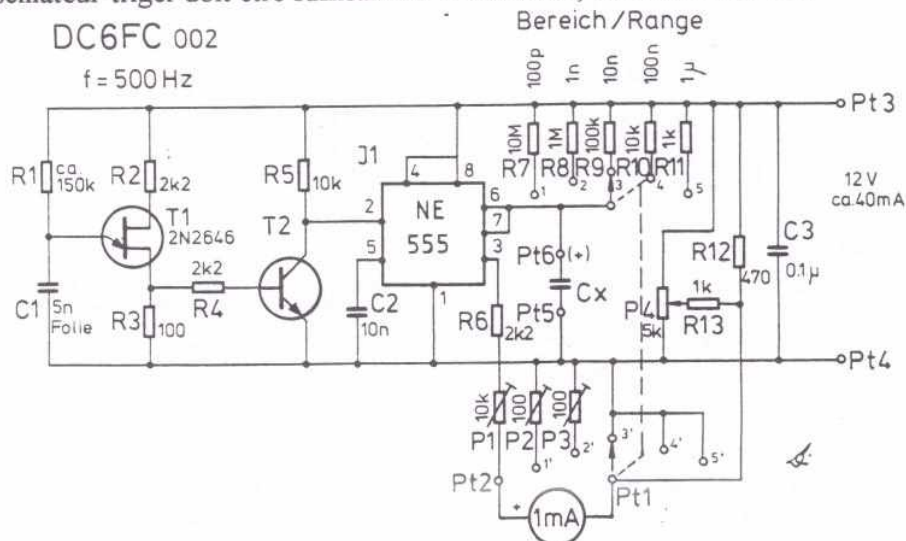
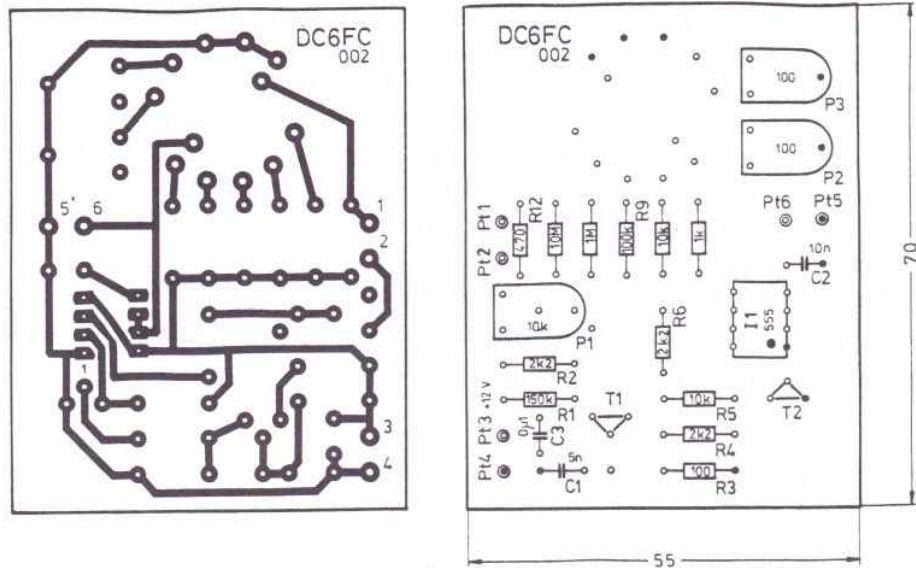
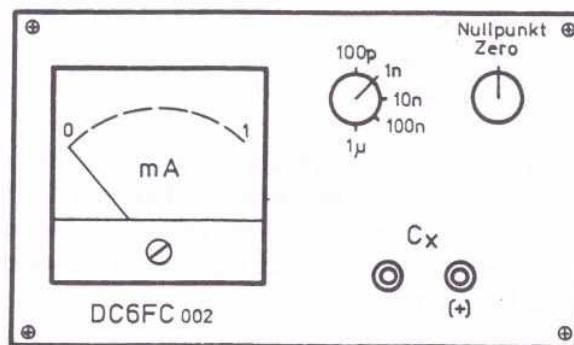

Fig 3: Capacimètre pour mesure de 2 pF env. jusqu'à 1  $\mu$ F
Fig 4: Circuit imprimé du capacimètre
Fig 5: Proposition de présentation.
La figure 3 représente le schéma d'ensemble du capacimètre. Comme oscillateur, on utilise un transistor unijonction (T1) qui génère une impulsion en dent de scie d'une fréquence voisine de 500 Hz. La fréquence est fonction de la chaîne RC: R1/C1. Le transistor T2 transforme cette impulsion en impulsions déclenchées pour attaquer le circuit intégré NE 555. Le circuit RC de la formule (1) comprend les résistances des différentes échelles R7 à R11 et la capacité à mesurer entre les points 5 et 6 du circuit. L'instrument à cadre mobile de 1 mA de sensibilité à fond d'échelle intègre les impulsions de sortie. Pour le calibrage de l'appareil de mesure, on a prévu le potentiomètre P1.
Le schéma de la figure 3 est reporté sur un circuit imprimé de 55 x 70 mm. La figure 4 représente la plaquette simple face avec la référence DC6FC 002. Le prototype, ainsi qu'une petite alimentation secteur, a été réalisé dans un petit boîtier de la firme TEKO. La fig. 5 représente la face avant. Plus l'instrument de mesure est grand, plus vous aurez facile de lire la valeur mesurée.